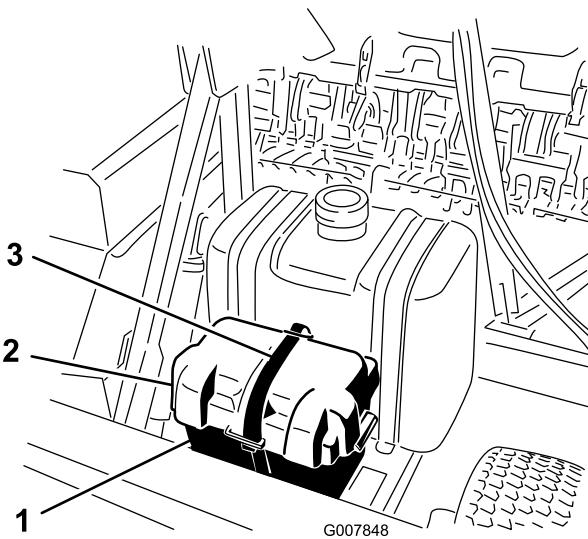

Figura 3
- Retire la correa que sujeta la tapa de la batería a la caja de la batería (Figura 3).